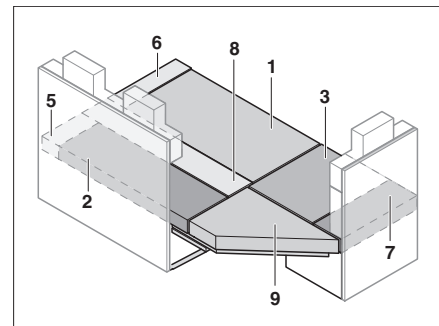

Fig. 149 Après la transformation
- Placer les coussins d'assise, les dossiers et les coussins supplémentaires comme montré en Fig. 149.